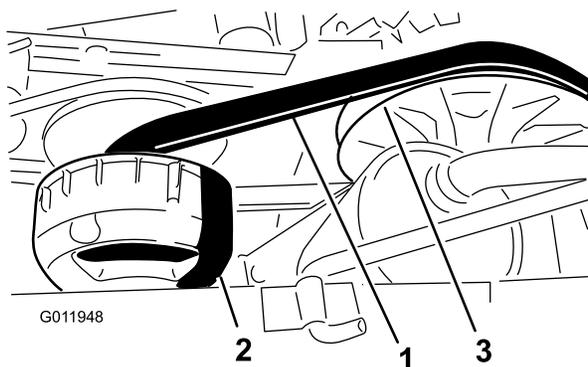

Bild 52
3. Drehen und prüfen Sie den Riemen (Bild 52) auf überdurchschnittliche Abnutzung oder Beschädigung.
6. Drehen Sie den Riemen und verlegen ihn über die sekundäre Kupplung (Bild 52).
3. Drehen Sie den Riemen und verlegen ihn über die sekundäre Kupplung (Bild 52).
4. Nehmen Sie den Riemen von der primären Kupplung (Bild 52).
5. Fluchten Sie den neuen Riemen über der primären Kupplung aus (Bild 52).